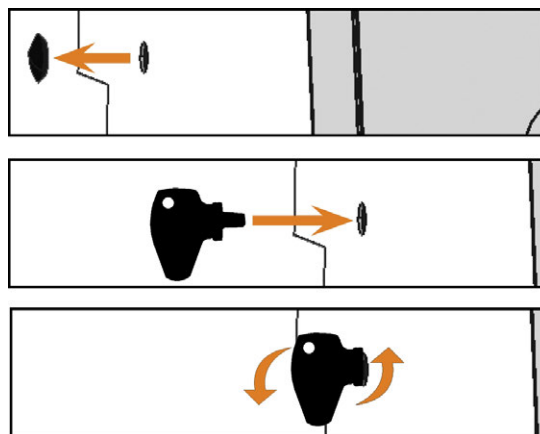

ABB. 47 VERWENDEN DES SCHLÜSSELS FÜR DIE NOT-ENTRIEGELUNG
2. Deaktivieren Sie die Sicherheitsverriegelung der Arbeitsraumtür, wie in der Abbildung gezeigt (→ Abb. 47 unten):